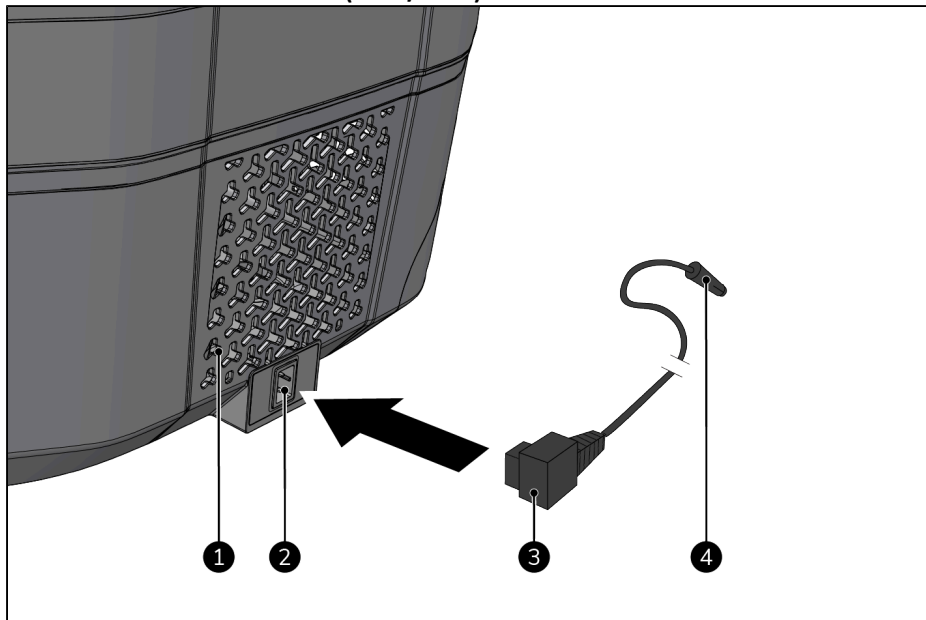

Figure 27.
2. Assurez-vous que les trois grilles de ventilation (Figure 27, pos. 1) disposent d'au moins 5 cm d'espace de ventilation.
3. Insérez le connecteur d'alimentation (Figure 27, pos. 3) dans l'alimentation électrique de l'appareil (Figure 27, pos. 2).
4. Insérez la fiche d'alimentation auxiliaire (Figure 27, pos. 4) dans une source d'alimentation auxiliaire 12 V ou 24 V facilement accessible du véhicule ou de l'embarcation.